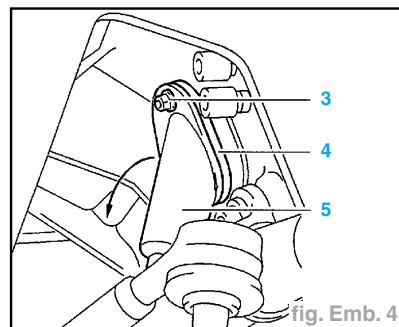

fig. Emb. 4
- Déposer l'écrou (3) (fig. Emb. 4).